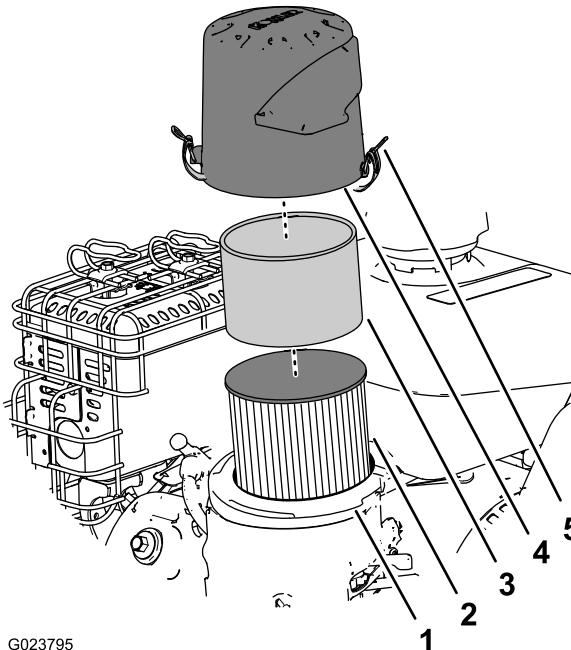

Figura 25
3. Retire o pré-filtro de esponja e lave-a com detergente e água e seque com um pano suave (Figura 25).
4. Remova e inspecione o filtro de ar de papel (Figura 25); deite-o fora se estiver muito sujo.
6. Instale o pré-filtro de esponja no filtro de papel (Figura 25).
7. Instale o conjunto de filtro de ar na base do filtro de ar (Figura 25).
2. Retire cobertura e limpe-a cuidadosamente (Figura 25).